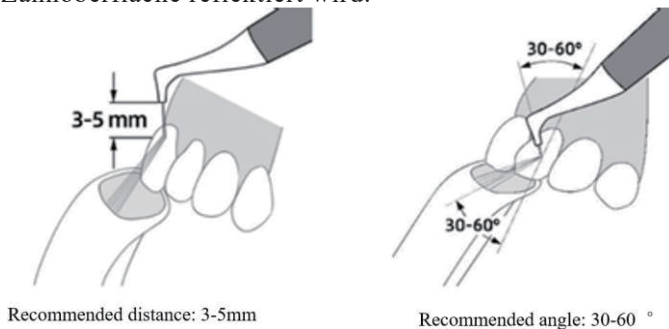

Abb. 5: Schematische Darstellung des Sandstrahlens auf Zahnfleisch
2.3.4.4 Richten Sie die Düse auf die Zahnoberfläche aus. Es wird empfohlen, dass der Düsenaustritt einen Abstand von 3-5 mm von der Zahnoberfläche einhält. Es wird empfohlen, dass die Luftpolierrichtung und die Zahnoberfläche einen Winkel von 30°-60° aufweisen, wie in Abb. 5 gezeigt.
2.3.4.5 Die Düse mit der Zahnoberfläche ausrichten. es ist empfohlen, zum Düsenaustritt einen Abstand von 3-5mm einzuhalten der Zahnoberfläche. Es wird empfohlen, dass die Richtung des Luftpolierens und die Zahnoberfläche einen Winkel von 30 °-60 ° aufweisen, wie in Abb.5.